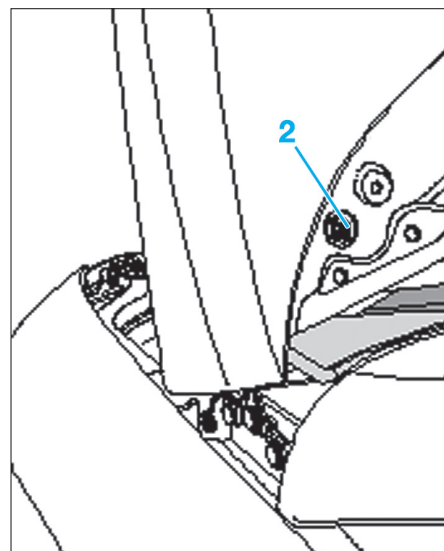

Fig. 10
- Rabattre le capot sans le fermer complètement et retirer les vis (2) situées à chaque extrémité (Fig.10).